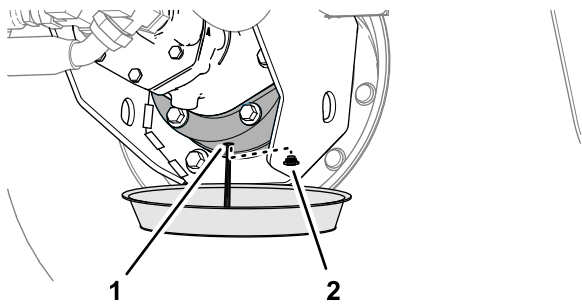

Figura 97
6. Coloque un recipiente debajo del alojamiento del freno, retire el tapón de vaciado y deje que se drene por completo el lubricante (Figura 97).